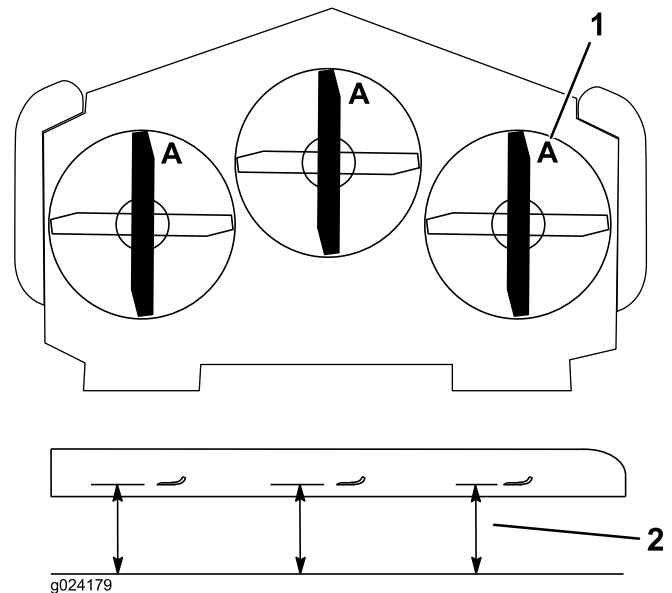

Bild 91
3. Drehen Sie die Schnittmesser, bis die Enden nach vorne und hinten gerichtet sind (Bild 91). Messen Sie von einer ebenen Fläche bis zu den Schnittkante (Position A) der Messer (Bild 91). Notieren Sie diesen Wert.